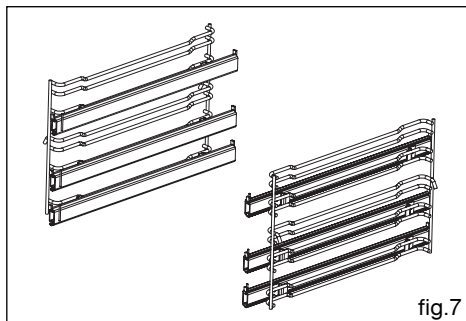

fig.7
• **Support de plat sortant (fig.7)**